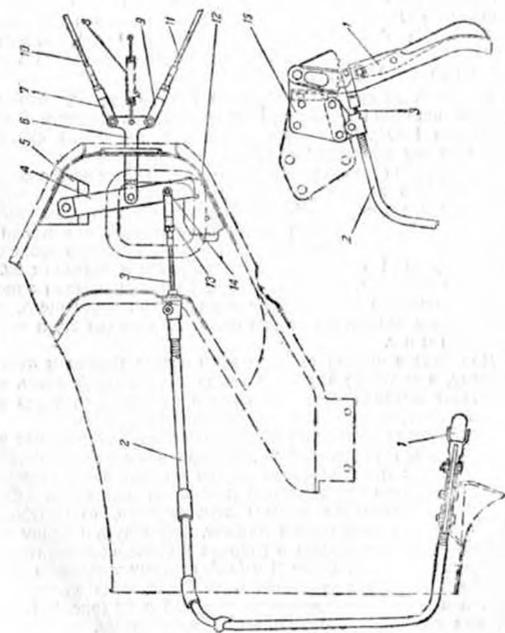

Рис. 100. Ручной привод
Ручной привод (рис. 100) действует только на тормоза задних колес.
Если рычаг 1 (рис. 100) ручного тормоза потянуть на себя, то усилие через систему рычагов и тросов передается на рычаги 21, которые, поворачиваясь вокруг осей 17 (рис. 92), через штоки 20 прижмут передние колодки к тормозным барабанам. После того как передние колодки упрутся в тормозной барабан, рычаги 21 будут продолжать поворачиваться уже не вокруг осей 17, а вокруг точки упора в шток. Верхние концы рычагов, перемещаясь назад, заставят задние колодки также прижаться к тормозному барабану.
Фиксация рычага 1 (рис. 100) производится защелкой, входящей в углубления сектора кронштейна 15.
1. Витая оболочка гибкого троса на участке от рычага 1 (рис. 100) до рычага 4 заменена стальной трубкой.
1. Отъединить тросы 10 и 11 (рис. 100) от уравнителя 6 и трос 3 от рычага 4.